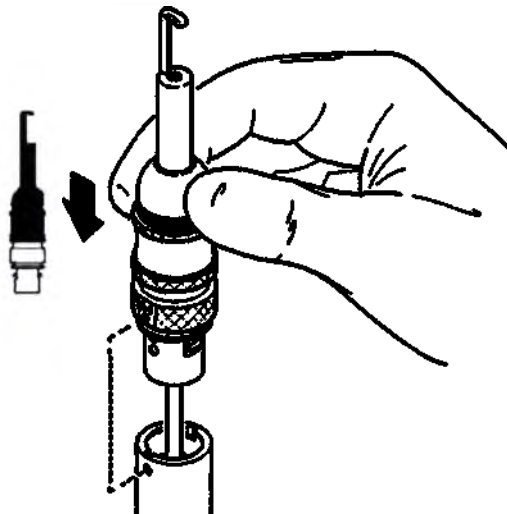

Рисунок 10 — Наденьте патрон на двигатель
2. Совместив точки на патроне и двигателе, сожмите рукоятку управления рядом с трубкой с носиком и наденьте патрон по режущей принадлежности на двигатель до щелчка (Рисунок 10).